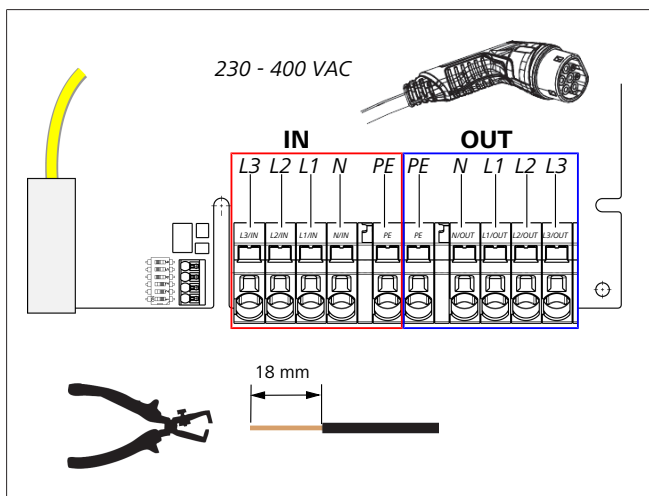

Abb. 8
9. Schließen Sie unter Zuhilfenahme des Schlitzschraubendrehers (3,5 mm) die einzelnen Leitungsenden entsprechend der Vorgabe im Bild (Abb. 8) auf dem linken Klemmblock mit der Beschriftung „IN“ an.